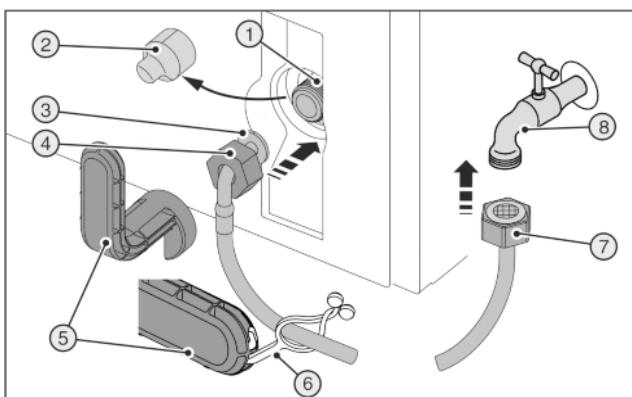
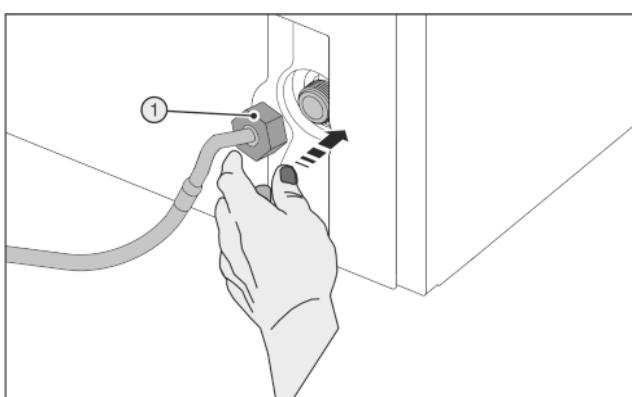

Fig. 48
Fig. 49
Zlomený pomocný nástroj Fig. 48 (5)!
- Používejte pomocné nástroje Fig. 48 (5) výhradně při pokojové teplotě.
- Stáhněte kryt Fig. 48 (2).
- Usnadněná montáž: Rovný konec hadice Fig. 48 (7) položte doleva na podlahu.
- Matici Fig. 48 (4) posuňte přes zahnutý konec hadice Fig. 48 (3) až na konec a držte.
- Nasadte opatrně matici Fig. 49 (1) a dvěma prsty ji rovně našroubujte na závit, až je dosaženo bezpečné usazení.
- Matici Fig. 49 (1) utahujte pomocným nástrojem Fig. 48 (5) ve směru hodinových ručiček, až je dosažen maximální utahovací moment a pomocný nástroj Fig. 48 (5) se přetáčí.
- Našroubujte matici Fig. 48 (7) na uzavírací kohout Fig. 48 (8).
- Matici Fig. 48 (7) utahujte pomocným nástrojem Fig. 48 (5) ve směru hodinových ručiček, až je dosažen maximální utahovací moment a pomocný nástroj Fig. 48 (5) se přetáčí.
- Otevřete uzavírací kohout Fig. 48 (8) na přívodu vody a prověřte těsnost celého vodního systému.
- Zahákněte styčník Fig. 48 (6) do pomocného nástroje Fig. 48 (5) a upevněte k uschování na nerezové hadici.